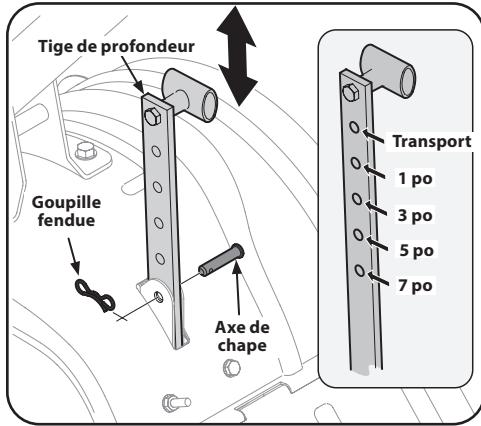

Figure 3-4
1. Lorsque vous utilisez le motoculteur pour la première fois, utilisez le deuxième réglage à partir du haut de la tige (une profondeur de labourage d'un pouce). Voir Figure 3-4.
6. Pour ajuster la tige de profondeur, retirez l'axe de chape et la goupille fendue. Placez la tige au réglage désiré et retenez-la avec l'axe de chape et la goupille fendue. Voir Figure 3-4.